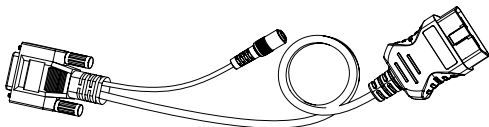

図 2.1.4
9.DB15 メスコネクタと 16 ピン OBD-II コネクタを持っている診断ケーブル。(図 2.1.4 を参照)